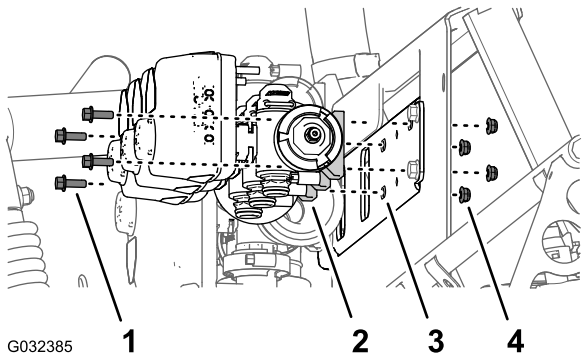

图60
1. 拧下将右喷洒臂段阀固定至歧管安装架的2个凸缘头螺栓1/4 x 3/4英寸和2个锁紧螺母1/4英寸图60。
2. 拧下将左喷洒臂段阀固定至歧管安装架的2个凸缘头螺栓1/4 x 3/4 英寸和2个锁紧螺母1/4 英寸图60。
3. 从歧管安装架中取出喷洒臂段阀放到旁边图60。